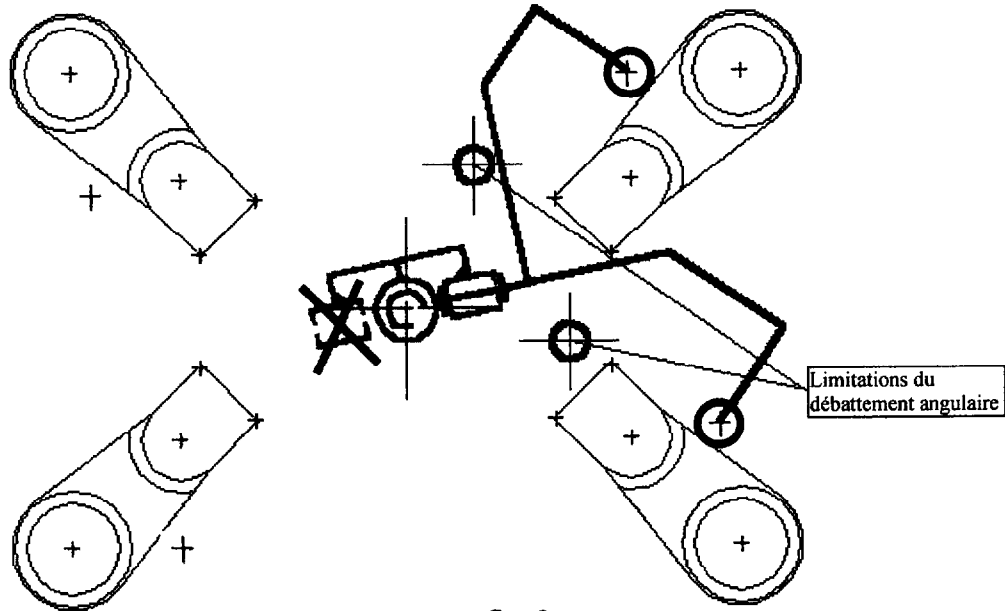

fig. 3
- **Faciliter** le montage et le démontage des pièces sur la semelle grâce à un débattement angulaire limité mais suffisant pour le dégagement des pièces (fig. 3 et 4)